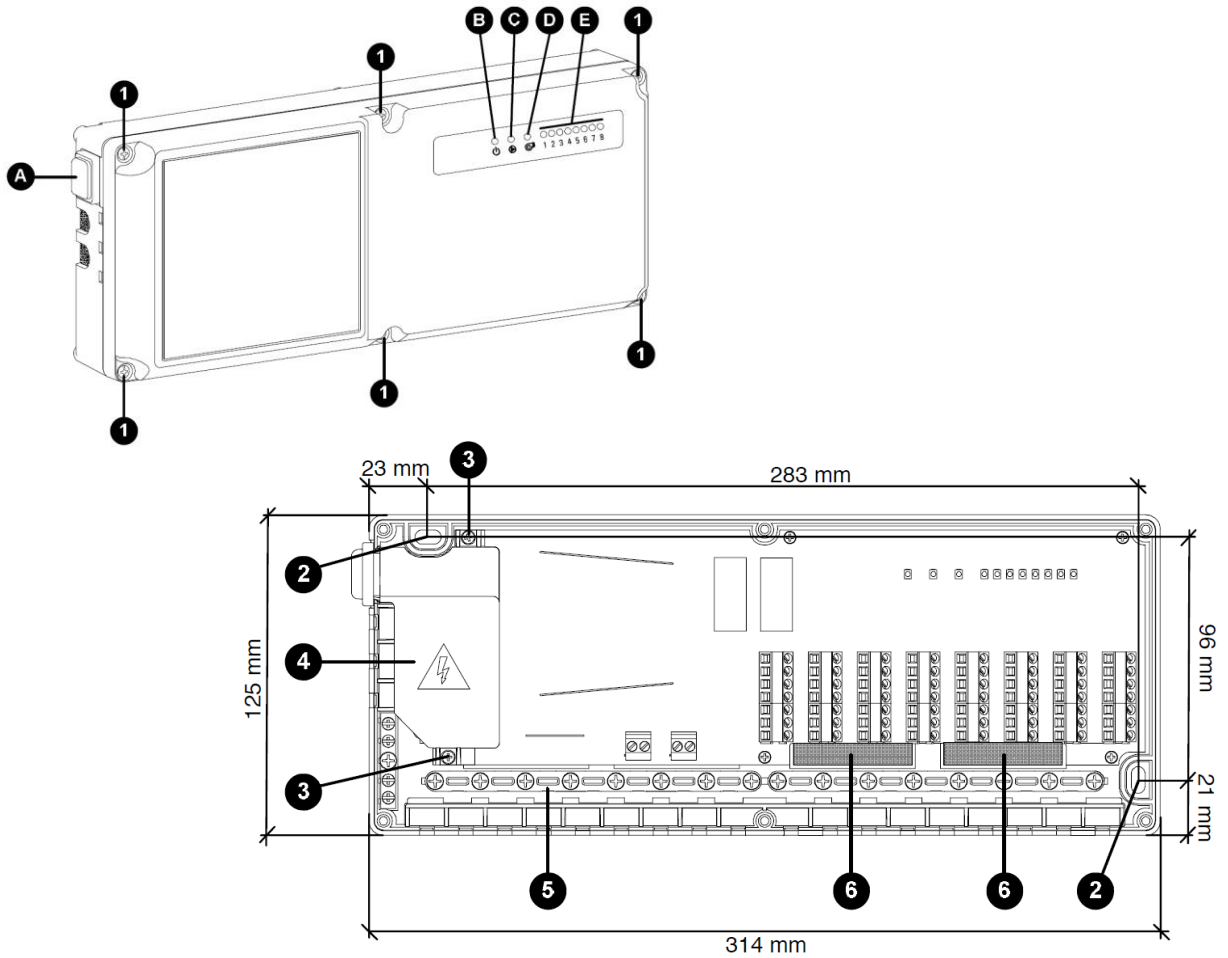

Рис. 1 Внешний и внутренний вид. Составные части
Зеленый светодиод: электропитание «ϕ» (B на Рис. 1)
Красный светодиод: выход циркуляционного насоса подключен «D» (C на Рис. 1)
Красный светодиод: включение выхода котла «D» (D на Рис. 1)
Светодиоды состояния сервоприводов с 1 по 8 (E на Рис. 1)
Переключатель с подсветкой ON/OFF (ВКЛ/ВЫКЛ) (A на Рис. 1)
Выключатель с подсветкой в левой торцевой части блока коммутации полностью отключает электропитание от блока коммутации, кроме деталей под пластиковой крышкой, позиция 4 на Рис. 1. Это дает возможность получить доступ к термостатам и сервоприводам при тестировании и обнаружении неисправностей во время монтажа.
1. Открутите 6 винтов, отмеченных цифрой **1** на Рис. 1, затем снимите переднюю пластиковую крышку;
2. Закрепите основание устройства на стене, используя два резьбовых отверстия, отмеченные цифрой **2** на Рис. 1;
3. Открутите 2 винта, отмеченных цифрой **3** на Рис. 1, затем снимите пластиковую крышку отмеченных цифрой **4** на Рис. 1.
С помощью отвертки удалите пластиковые заглушки с основания, см. пункт **6** на Рис. 1. Затем кабели могут быть протянуты через задний щиток к клеммовым соединениям.